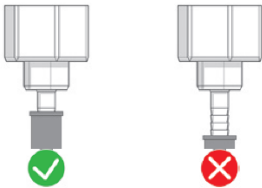

FIGURA 5
2. Collegare il/i connettore/i A e B per l'erogazione dell'ossigeno al/i flussimetro/i (vedi **FIGURA 5**). Verificare la corretta connessione dei tubi prima di procedere alla somministrazione dei gas per la terapia.